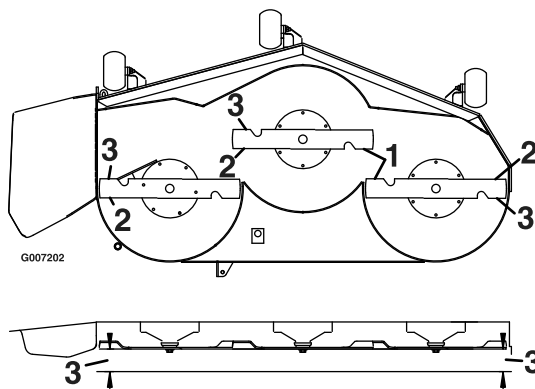

Figure 62
4. Mesurez la distance entre les tranchants extérieurs et le sol plat (Figure 62). Si les deux mesures diffèrent de plus de 5 mm, un réglage s'impose. Poursuivez la procédure de mise à niveau.